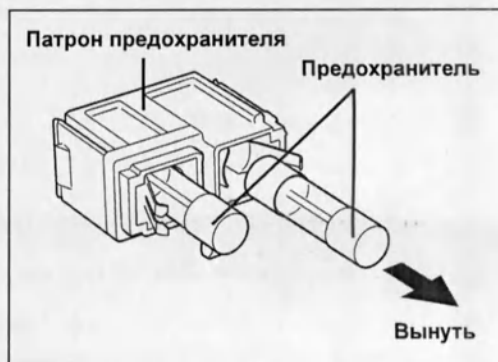

Рисунок 6.6
- 6 Осмотрите предохранитель, если предохранитель перегорел - выньте и замените его предоставленным запасным предохранителем. (см. рисунок 6.6)